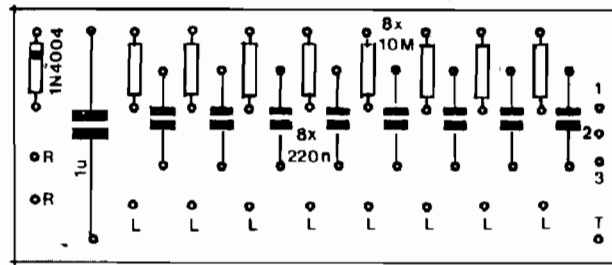

Fig.4
- FIG. 4 - "CHAPEADO" DA MONTAGEM - De novo, o arranjo "repetitivo" do MOBILE facilita muito as coisas para o monta-